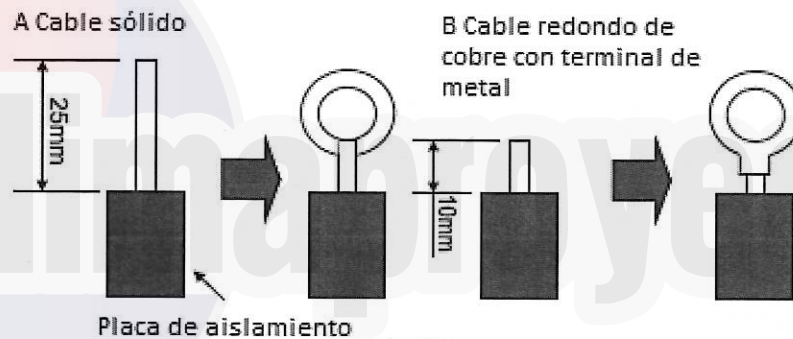

Fig.27
(1) Para cableado de núcleo sólido (Fig.27)
(2) Para el filamento del cableado (Fig.27)